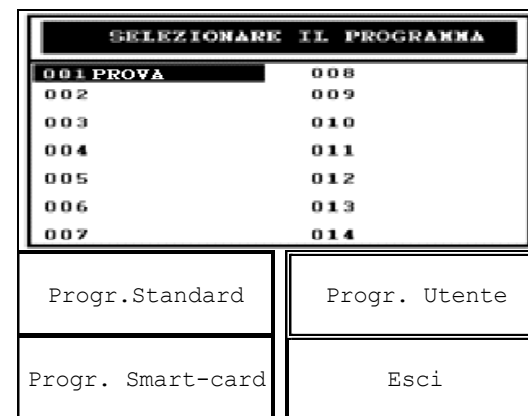

Fig. 11
1. Premendo il tasto funzione relativo al pulsante **PROG.UTENTE** (fig.11) in corrispondenza della schermata principale del pulsante **CARICA PROGRAMMA**, si accede all'area di memoria in cui si trovano gli eventuali programmi personalizzati, creati con la funzione "Crea Programma", memorizzati nella memoria utente.